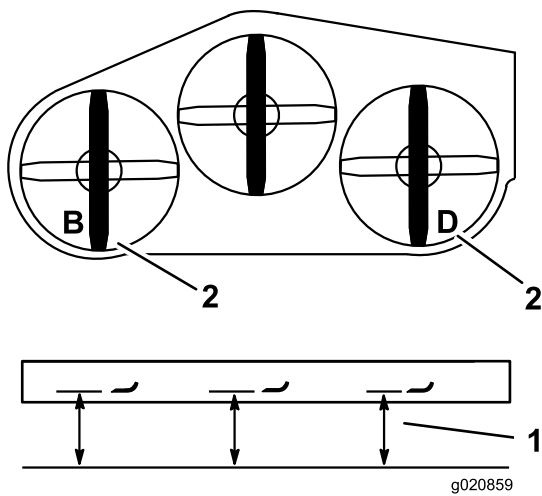

Рисунок 84
2. Измерьте высоту левого ножа в точке **В** от горизонтальной поверхности до режущей кромки на конце ножа и запишите результат измерения (**Рисунок 84**).
3. Измерьте высоту правого ножа в точке **D** от горизонтальной поверхности до режущей кромки на конце ножа и запишите результат измерения (**Рисунок 84**).
**Примечание:** Результат измерения в точке **В** должен отличаться не более чем на 3 мм от результата измерения в точке **D** (**Рисунок 84**). Если результат измерения неверный, перейдите к следующим пунктам.